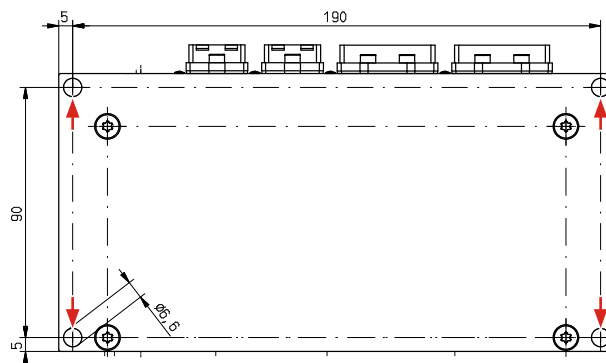

Abb. 6.4: Befestigungsbohrungen, Ansicht von unten (Maße in mm)
1. Montieren Sie das PMM gemäß Abb. 6.4 auf Seite 18 mit vier Schrauben M6.